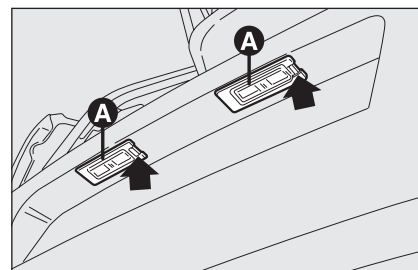

рис. 28
- ☐ Нажмите на точку, указанную на рисунке стрелкой, и выньте колпак **A**-рис. 28;